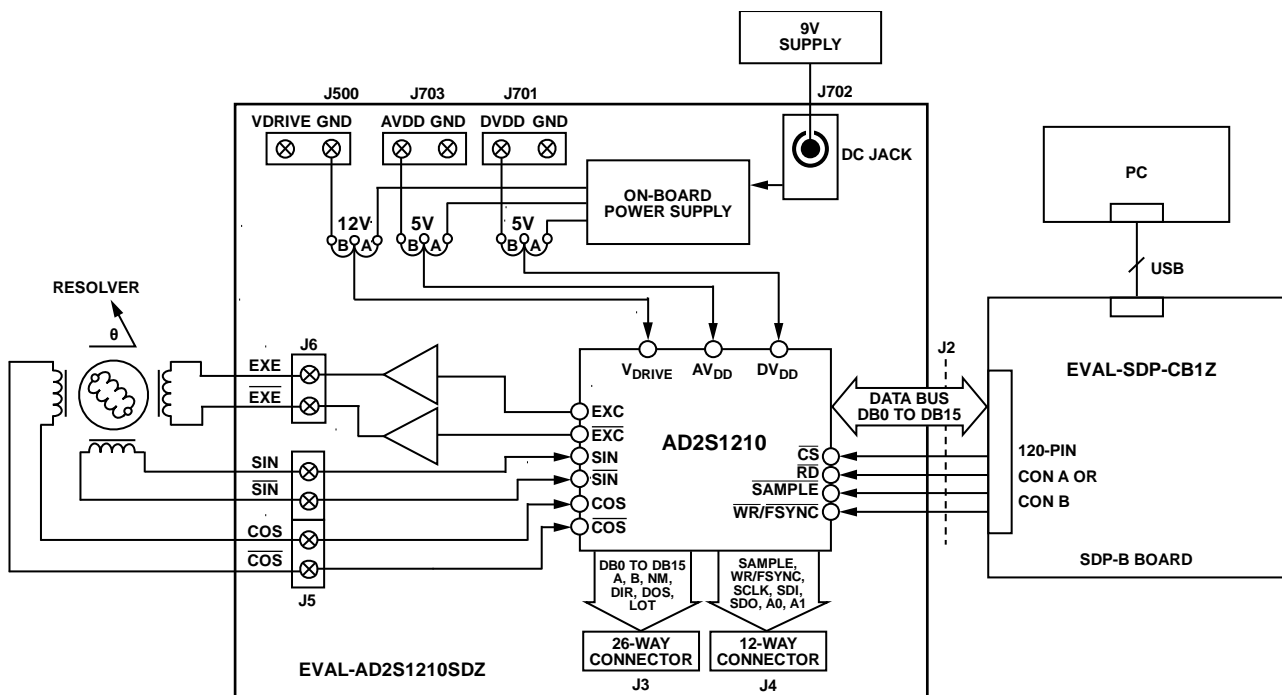

図 7. テスト・セットアップの機能ブロック図
3. 図 7 に示すように、SDP ボードを評価用ボードに接続します。
7. 図 7 に示すように、レゾルバの EXC、 $\overline{\text{EXC}}$ 、SIN、 $\overline{\text{SIN}}$ 、COS、および  $\overline{\text{COS}}$  の各ワイヤをコネクタ J5 とコネクタ J6 に接続します。